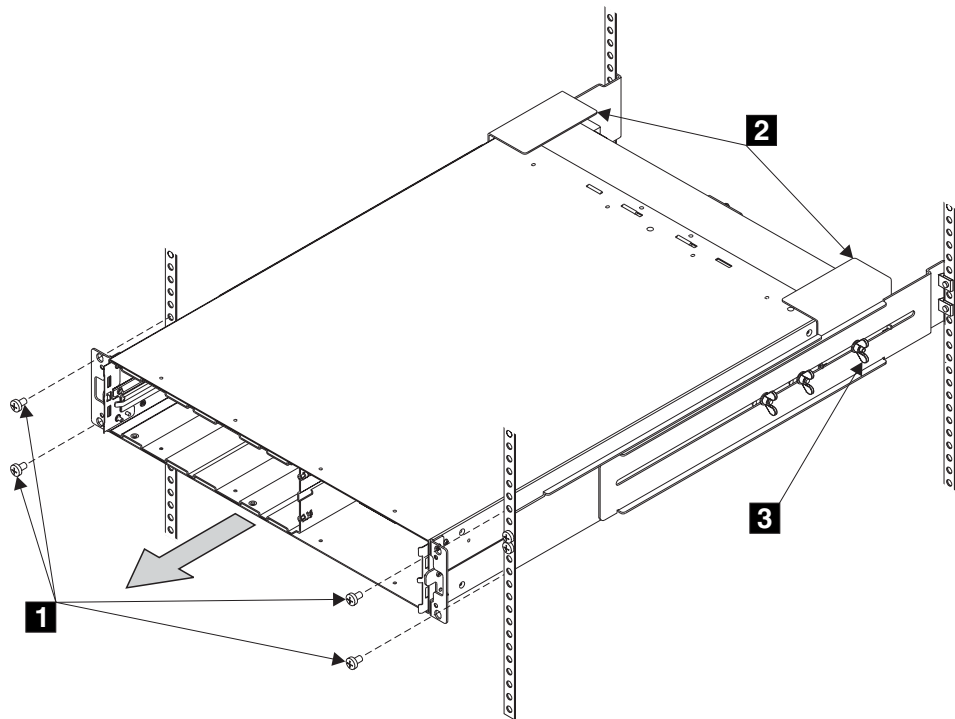

图 110. 卸下不间断电源
7. 在不间断电源的前部, 拧开安装螺钉(图 110 中的 **1**)。